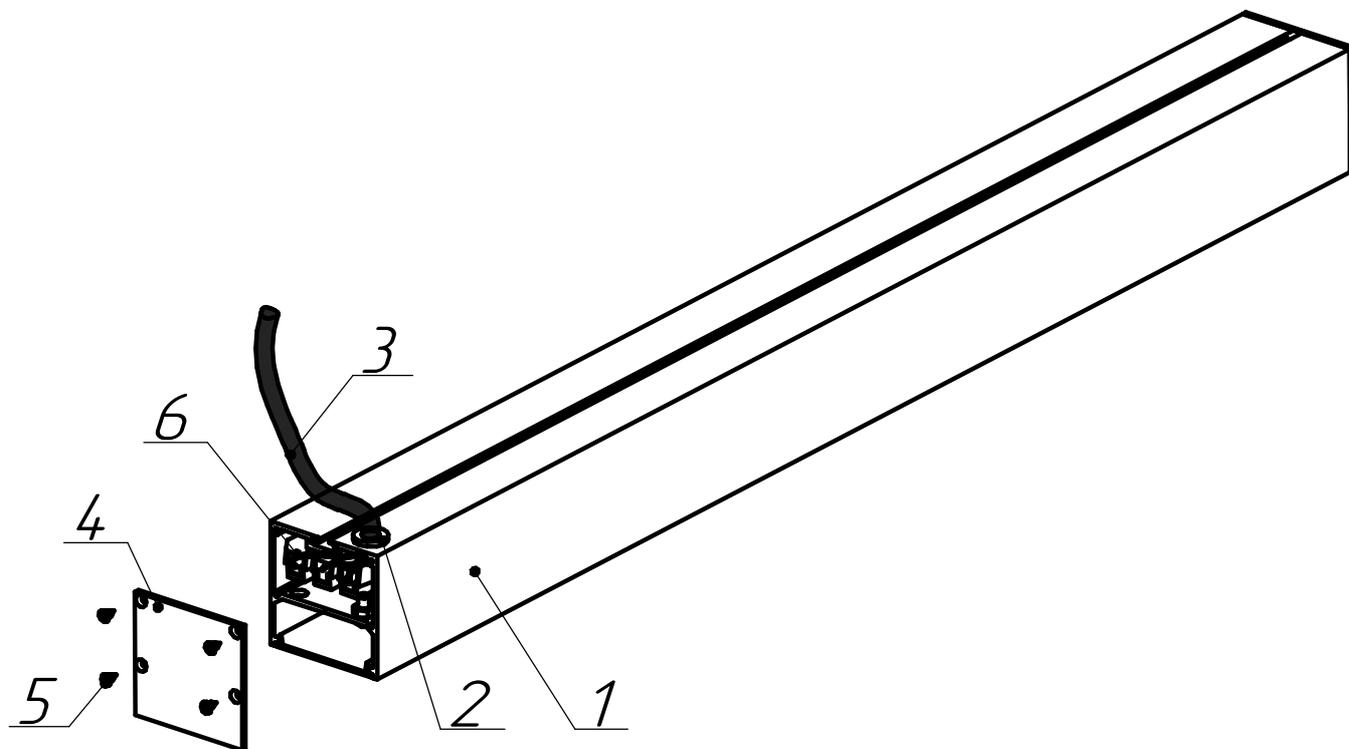

Рисунок 3 - Схема подключения светильника серии ДПО02
5.4 Подключить сетевой провод к клеммам в соответствии с указанной полярностью (см. рисунок 3 и 4).
5.5 Закрепите торцевые крышки на светильнике с помощью саморезов (см. рисунок 3).